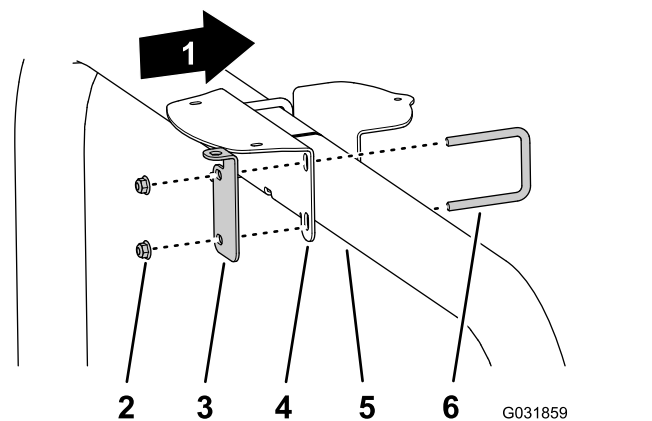

Figure 125
- Si votre machine est équipée du système GNSS et du kit modem à correction RTK CDMA ou GSM, montez le support du récepteur et le support de l'antenne RTK sur le tube du système ROPS (Figure 125) à l'aide de 2 étriers filetés et de 4 contre-écrous à embase ($\frac{3}{8}$ ").